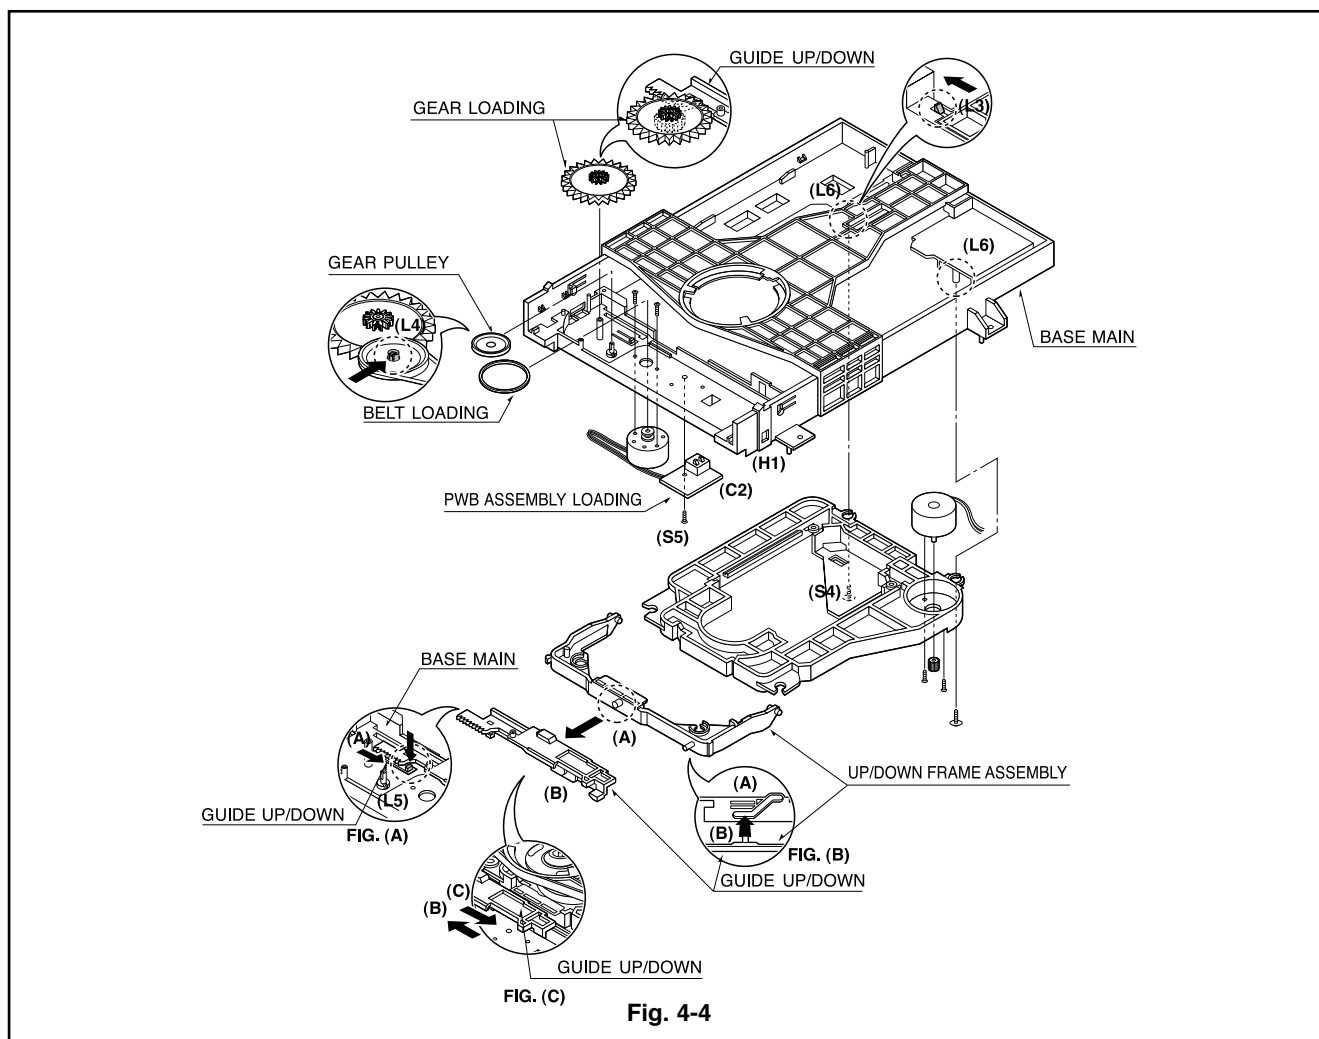

Fig. 4-4
- Al reensamblar mueva hacia abajo/arriba la Guía en la dirección de la flecha (C) hasta que se posicione como la Fig. (C).
- Al reensamblar inserte la porción (A) de Arriba/Abajo del Conjunto del Marco en la porción (B) de Arriba/Abajo de la Guía como la Fig. (B).
6. Carga del Cinturón (Fig.4-4)
7. Polea de Engranaje (Fig.4-4)
- 1) Desbloquee el Tab de Bloqueo (L4) en la dirección de la flecha (B) y luego separe la Polea de Engranaje de la Base Principal.
8. Carga del Engranaje (Fig.4-4)
9. Arriba/Abajo de la Guía (Fig.4-4)
11. Base Principal (Fig.4-4)